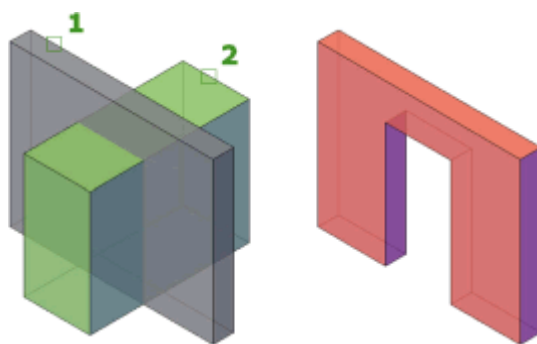

Рисунок 7.15 – Операція **Вычитание**
Для виконання операції оберіть об'єкти, які потрібно зберегти (1), натисніть ENTER, а потім оберіть об'єкти (2), які слід відняти (рис. 7.15).